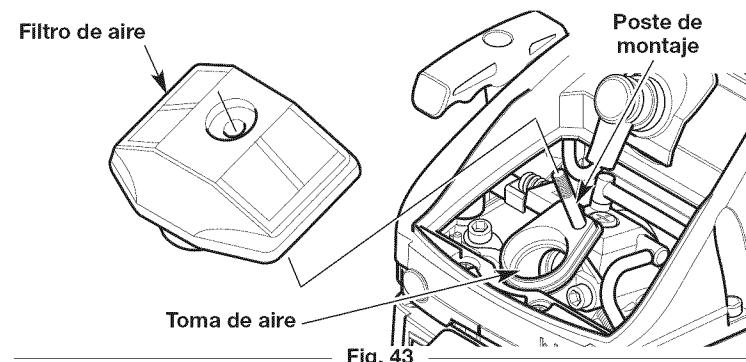

Fig. 43
- Extraiga el filtro de aire (Fig. 43).
- Reinstale el filtro de aire sobre el poste de montaje (Fig. 43). Compruebe que la abertura del filtro de aire se asiente de manera segura en la toma de aire (Fig. 43).